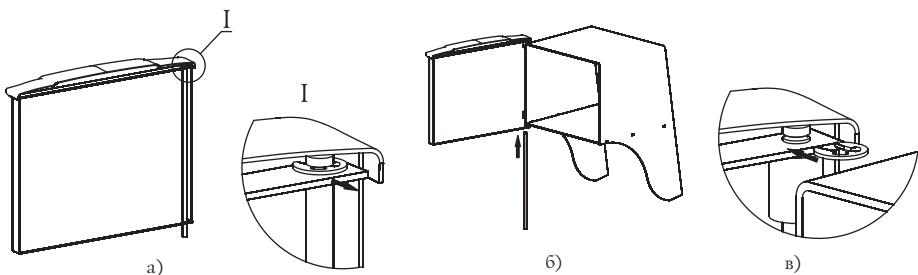

Рисунок 5. Установка дверцы при монтаже печи «Шилка»
1. Извлеките ось из дверцы, предварительно сняв упорную быстрозъемную шайбу, рисунок 5.а;
3. Вставьте ось через отверстия снизу вверх, с расположением канавки под шайбу в верхней части оси, рисунок 5.б;
4. Установите упорную быстросъемную шайбу в канавку на оси, рисунок 5.в;